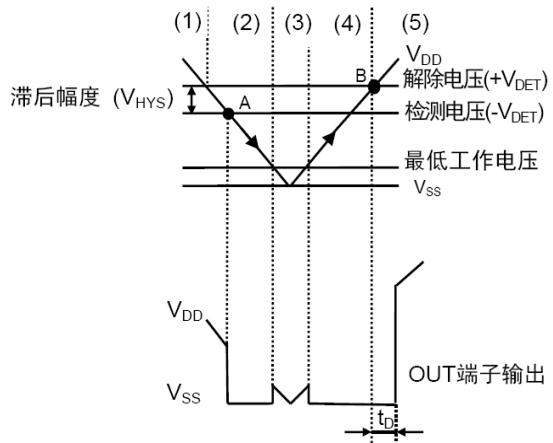

图6
(2) VDD即使降低到+VDET以下，只要在检测电压 (-VDET) 以上输出VDD。VDD变为-VDET (图6 A点) 以下时，输出方的NMOS晶体管变为开启，PMOS晶体管变为关断，输出VSS。此时，NMOS晶体管N1变为开启状态，比较器输入的输入电压变为：
(3) VDD进一步降低，若降到IC的最低工作电压以下时，输出变得不稳定，在输出被上拉的情况下，输出变为VDD。
(4) 使VDD上升到最低工作电压以上时，VSS被输出，当VDD超过-VDET，只要是相对于+VDET较小时，输出都为VSS。
(5) 再继续使VDD上升到+VDET(图6的 B点) 以上时，NMOS晶体管变为关断，PMOS晶体管变为开启，OUT输出端通过延迟电路只延迟 tD 时间再输出VDD。